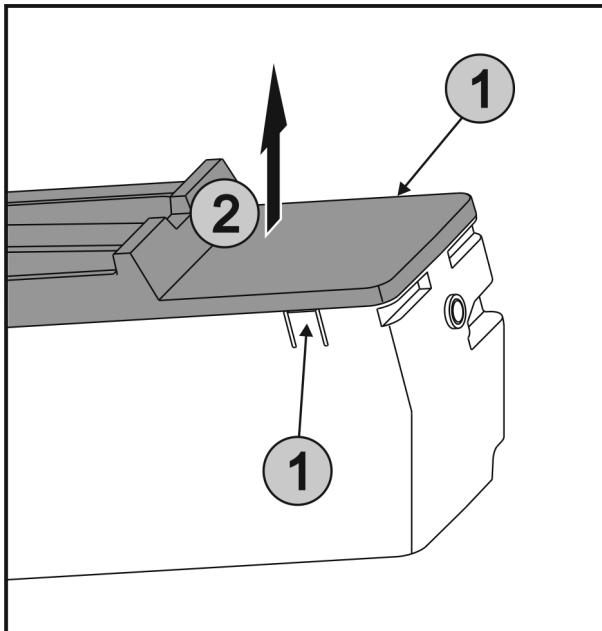

Fig. 56
- ▶ Pritisnite istodobno spojnice Fig. 56 (1) na obje strane EasyTwist-Ice-a i skinite poklopac Fig. 56 (2) prema gore.